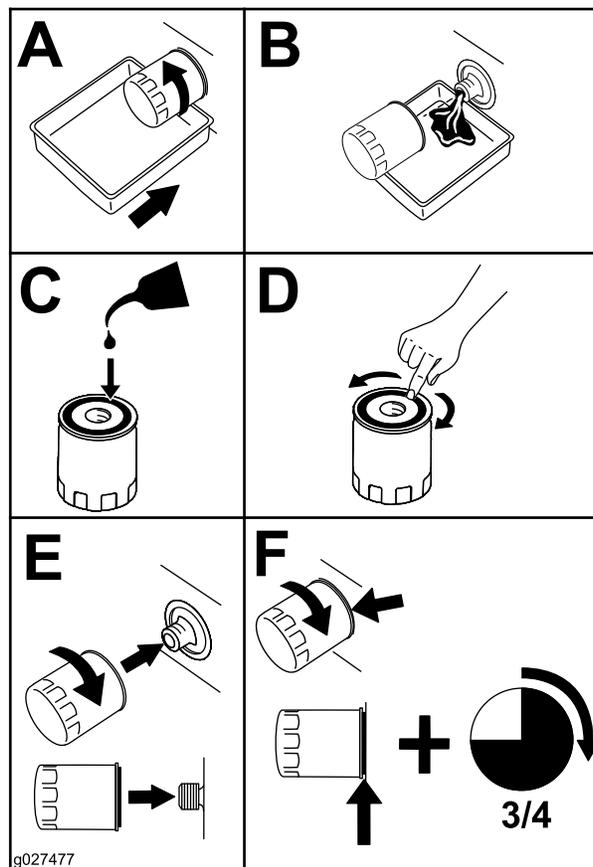

Рисунок 44
2. Замените масляный фильтр двигателя (Рисунок 44).